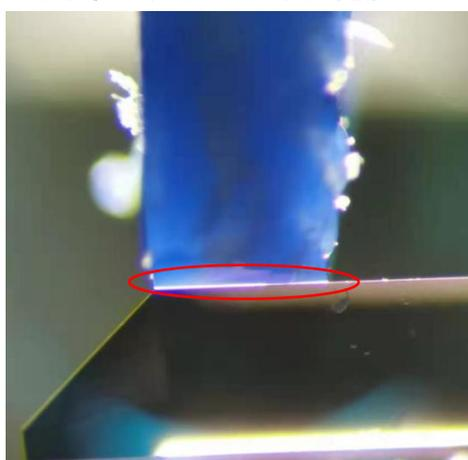

图 5
- c) 对刀。向前滚动滚轮，将刀锋缓缓向样品截面移动，直至当样品截面发亮区域只剩一条细缝，如图 5；